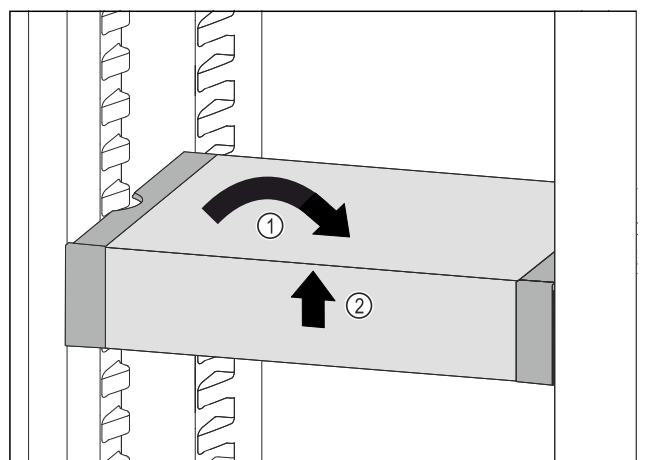

Fig. 120
- ▶ VarioSafe gerade stellen. Fig. 120 (1)
- ▶ VarioSafe vorne anheben. Fig. 120 (2)